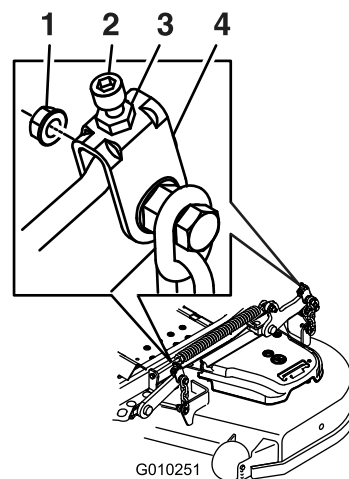

Figura 100
11. Per i piatti di taglio illustrati nella Figura 100, mettete a punto il dado di regolazione sul gruppo di sollevamento del piatto di taglio anteriore ruotandolo (Figura 100).
17. Mettete a punto la vite di regolazione ruotando fino a un'altezza di 8,3 cm (vedere Figura 100).